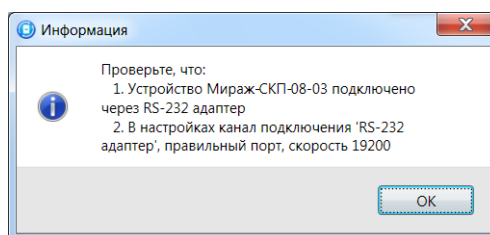

Рис. 7.3. Окно *Информация*
7. В открывшемся окне *Информация* с напоминанием о необходимых предварительных действиях нажмите кнопку *OK* (рис. 7.3).